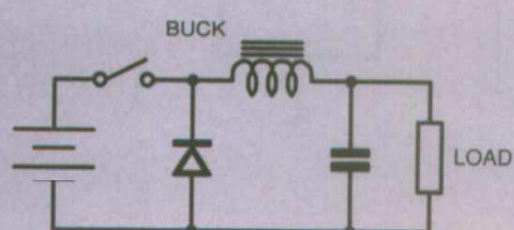

Figure 14 : régulateur Buck
■ Figure 14 : convertisseur continu-continu
tion qui présente l'avantage d'être simple. Comme le montre la figure 14, il est constitué d'un interrupteur (dans la pratique un transistor), d'une inductance, d'un condensateur et d'une diode. Or, la diode présente une tension de déchet lorsqu'elle est parcourue en direct par un courant. Cette tension peut être largement supérieure à 1V pour les forts courants, ce qui entraîne une dissipation de puissance dans le composant. Cette caractéristique pouvant nuire considérablement au rendement du système, il peut être intéressant de remplacer la diode par un MOSFET présentant un faible $R_{ds(on)}$.